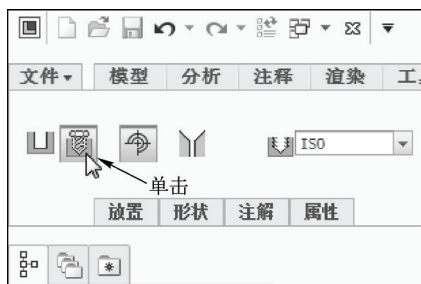

图 6-91 单击“创建标准孔”按钮
STEP 03 打开“孔”选项卡，单击“创建标准孔”按钮，如图 6-91 所示。